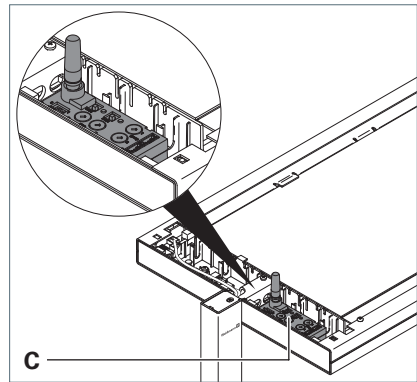

Fig. 2: Modul in einem LAVIGO-Leuchtenkopf.
- ▶ Setzen Sie das Modul **C** in den freien Bereich im Leuchtenkopf, siehe Fig. 2. Bei LAVIGO VTL: Schieben Sie dabei die Lasche am TALK Modul unter die Lasche des TIME Moduls.